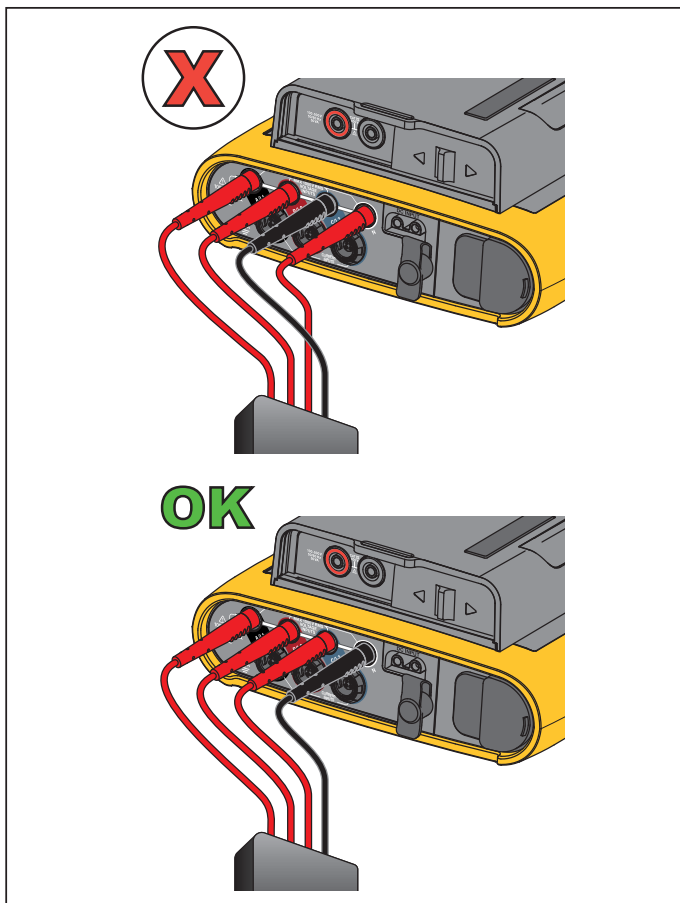

Figure 6. Connexion de mesure au Logger
6. Reportez-vous à la Figure 6 pour les connexions de mesure au Logger.